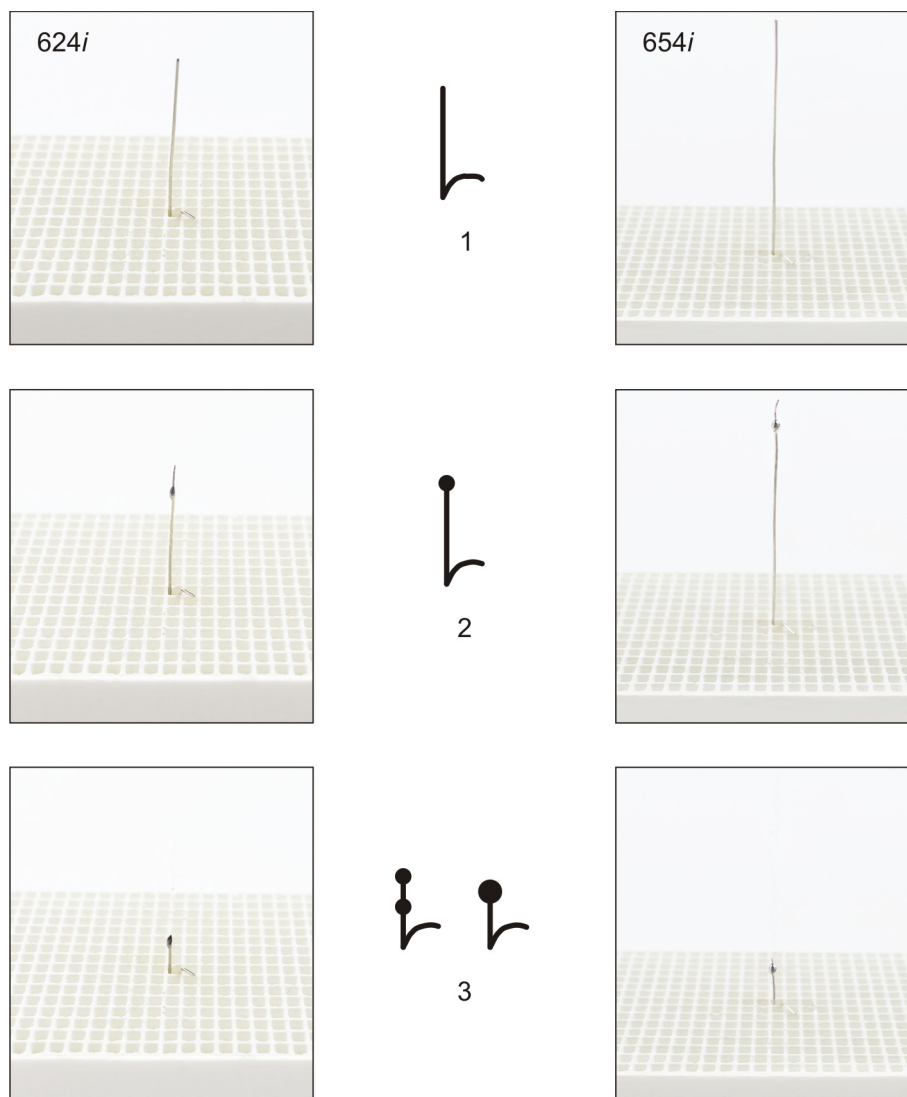

Fig. 7-2 Valutazione del campione di argento
4. Valutare al termine del programma il campione d'argento sulla base della Fig. 7-2.